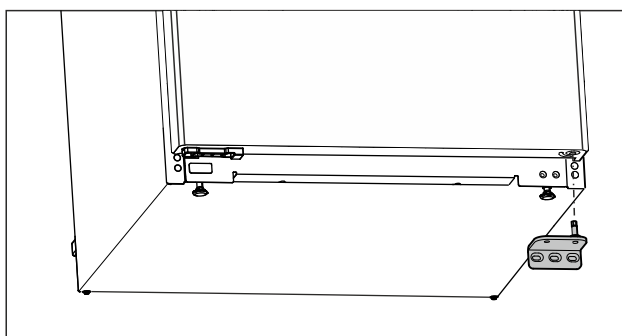

Fig. 11
- Sejměte stojan ložiska směrem dolů. (viz Fig. 11)